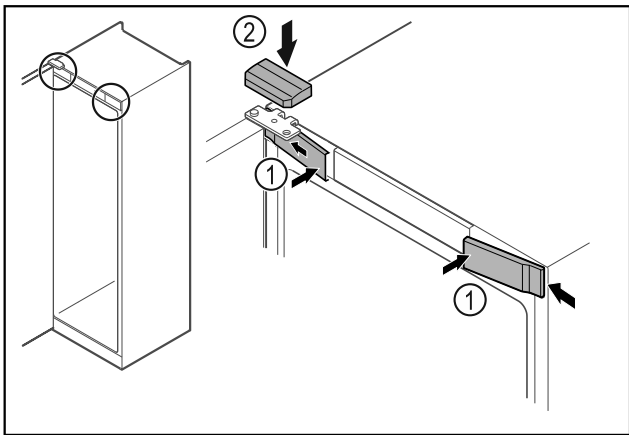

Fig. 23
- ▶ Αναρτήστε τα μπροστινά καλύμματα Fig. 23 (1) στο πλάι και κουμπώστε τα.
- ▶ Κουμπώστε το επάνω κάλυμμα Fig. 23 (2) από πάνω.